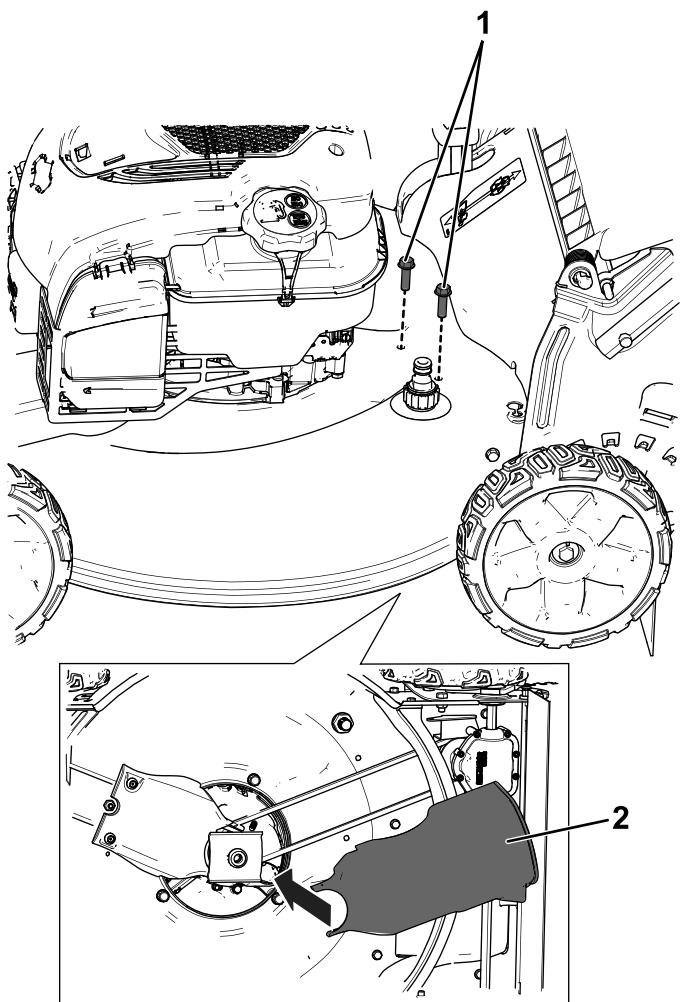

Рисунок 12
6. Установите нижний задний кожух ремня с помощью соответствующих болтов, снятых ранее. Вставьте заднюю часть кожуха в задний выпускной желоб и затем опустите переднюю часть на место (Рисунок 12).